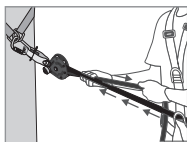
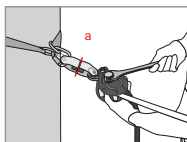

Abb. 3
Abb. 4
Nachdem die Sicherungsleine installiert ist, muss eine Voreinstellung der Spannung vorgenommen werden, dazu zieht man manuell an der Leine (Seite des Endknotens – Abb. 3) und der Nockenhebel (4) müssen automatisch an das Seil greifen. Legen Sie den Nockenhebel (4) um und stellen Sie mit einem passenden Schlüssel die Spannung an der Spannungseinstellachse (1) ein, bis die Beilagscheibe der Spannungsanzeige (a) auf der Spannungsanzeige (2) sich frei drehen lässt (Abb. 4). Sobald diese sich frei bewegen kann, NICHT WEITER SPANNEN! Dies entspricht einer Vorspannung der Sicherungsleine von ungefähr 1 kN. Wenn die Sicherungsleine in Gebrauch ist, überprüfen Sie regelmäßig diese Spannung (Drehen der Beilagscheibe an der Spannungsanzeige) und stellen Sie sie gegebenenfalls in der oben beschriebenen Weise nach.
**ACHTUNG!** Versuchen Sie nicht, an der Spannungseinstellachse (1) mit dem Schlüssel in Richtung Lockerung der Spannung zu drehen; die Nocke (8) blockiert diese Bewegung und sie verhindert ein Drehen entgegen dem Uhrzeigersinn. Eine größere Kräfteanwendung in Richtung Lockerung der Spannung kann sich sehr negativ auf die Funktionstüchtigkeit des Systems und auf den Zustand des Seils auswirken.